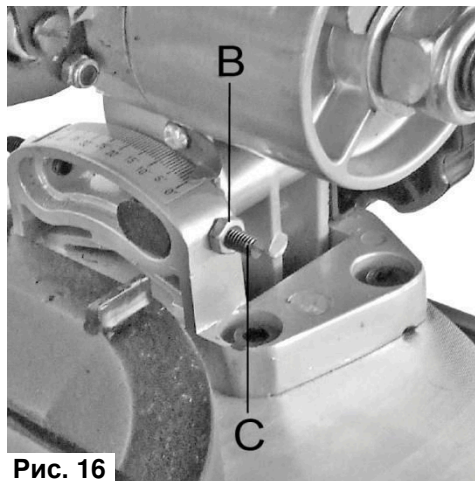

Рис. 16
- Ослабьте стопорную гайку (В) регулировочного болта (С) (См. Рис.16).
- Используя угольник (А), установите угол 90° пильного диска (5) относительно поворотного стола (8), вращением гайки (В) отрегулируйте верное положение допуска.
- Руководствуйтесь показаниями указателя и шкалы наклона пилы. Зафиксируйте стопорную гайку (В)(См. Рис.16).